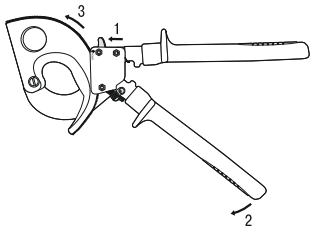

Рисунок 8
- нажмите до упора фиксатор и удерживайте его (рисунок 8, позиция 1);
- отведите подвижную рукоятку ножниц до упора (рисунок 8, позиция 2)